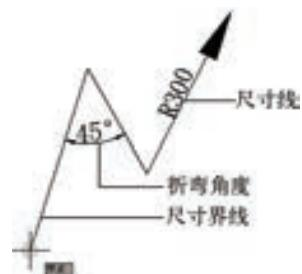

图 6-11 折弯角度
- (4) “半径折弯标注”选项组 控制折弯（Z 字型）半径标注的显示。折弯半径标注通常在圆的中心点位于页面外部时创建。在“折弯角度”文本框中可以输入连接半径标注的尺寸界线和尺寸线横向直线的角度。如图 6-11 所示。
- (6) “折断标注”选项组 控制折断标注的间距宽度。